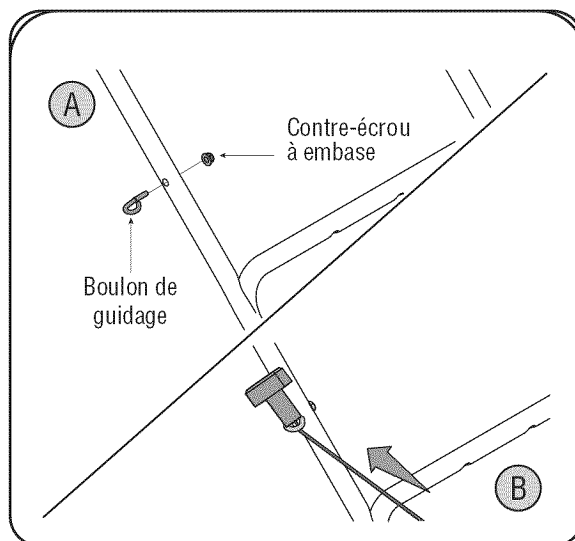

Figure 9
- Placez le boulon de guidage sur la poignée du démarreur avec l'ouverture du boulon vers l'avant de la tondeuse, comme sur l'illustration. Enfoncez le boulon de guidage dans le côté droit du guidon et attachez-le avec un contre-écrou à embase. Voir la Figure 9.